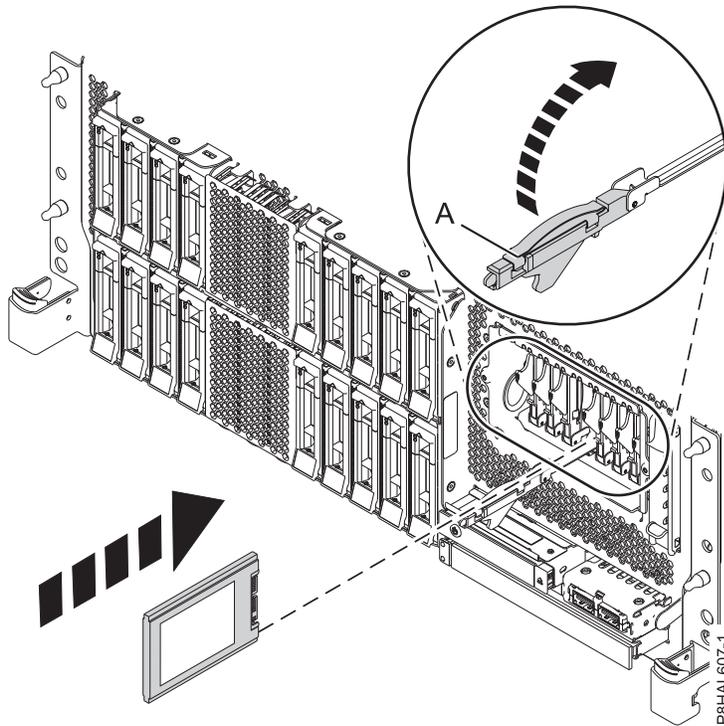
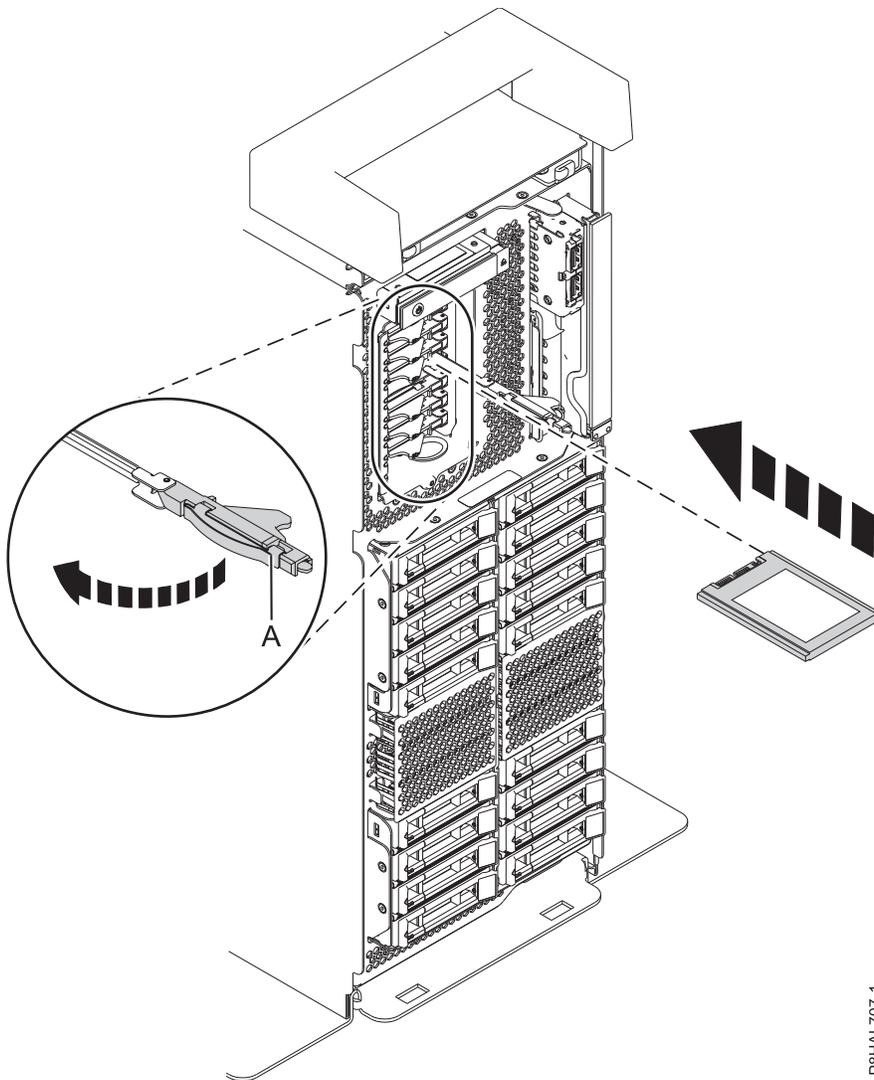

Abbildung 83. Solid-State-Laufwerk in einem Einschubsystem mit erweiterten Funktionen austauschen
Abbildung 84. Solid-State-Laufwerk in einem Standalone-System mit erweiterten Funktionen austauschen
12. Der Griff des Solid-State-Laufwerks (A) muss in der entriegelten Position sein, während Sie ihn nach außen ziehen, um auf die Führungsschienen im Steckplatz des Solid-State-Laufwerks zugreifen zu können. Stützen Sie das Solid-State-Laufwerk unten mit Ihrer Hand, wenn Sie es an den Führungsschienen im Steckplatz des Solid-State-Laufwerks ausrichten. Siehe Abb. 83 auf Seite 93 und Abb. 84 auf Seite 94.
16. Verriegeln Sie das Laufwerk, indem Sie den Griff (A) in die gezeigte Richtung drehen. Siehe Siehe Abb. 83 und Abb. 84 auf Seite 94.